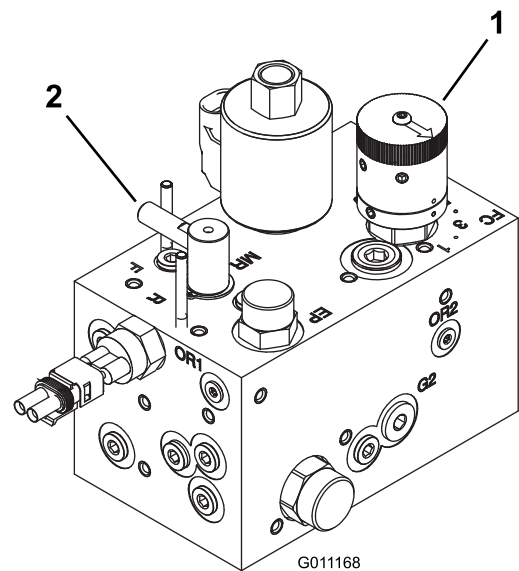

图46
2. 将滚刀速度控制旋钮（图46）转动至步骤 1 中确定的数字。